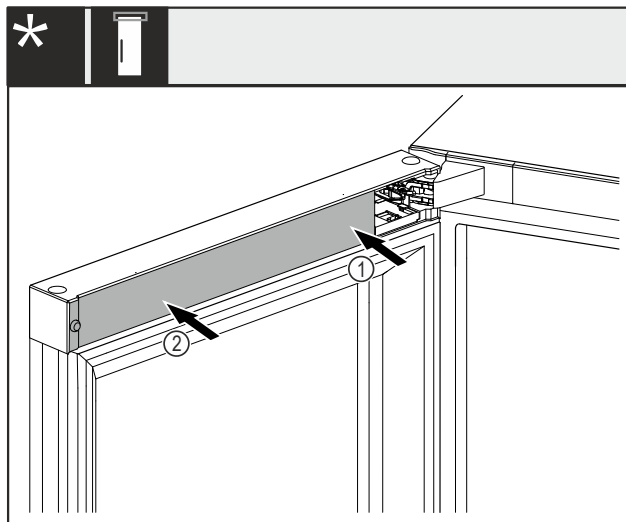

Fig. 43 \*
- Abdeckung Fig. 43 (1) zuerst an der Lagerbockseite aufsetzen und einrasten.\*
- Abdeckung Fig. 43 (2) an der Aussenseite aufsetzen und einrasten.\*